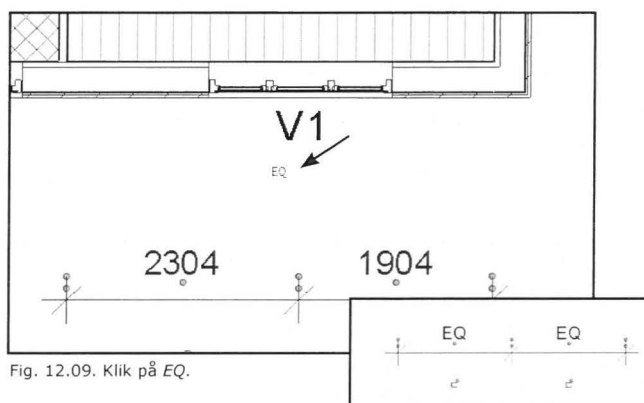

Fig. 12.09. Klik på EQ.
- Sæt en målkæde mellem indvendige sider af væggene og centerlinien af vinduet (Fig. 12.09). (holdes musen hen over vinduet, vil centerlinien blive synlig). Bemærk det er vigtigt at målkæden er sammenhængende.
- Når målkæden er afsat vil der forekomme et EQ tegn man kan klikke på (Fig. 12.09). Klik på denne og vinduet vil nu blive centreret og målkæden ændre nu udseende (Fig. 12.09).